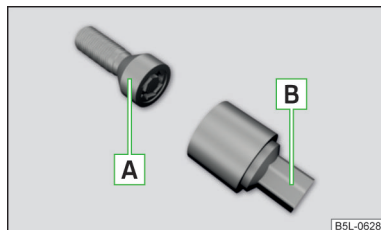

Abb. 152
Die Anti-Diebstahl-Radschrauben schützen die Räder vor einem Diebstahl. Diese lassen sich ausschließlich mit dem Aufsatzstück **B** » Abb. 152 **lösen/festziehen**.
- › Den Radschlüssel bis zum Anschlag auf die Radschraube stecken. Für die Anti-Diebstahl-Radschrauben das zugehörige Aufsatzstück verwenden » Abb. 152 auf Seite 134.